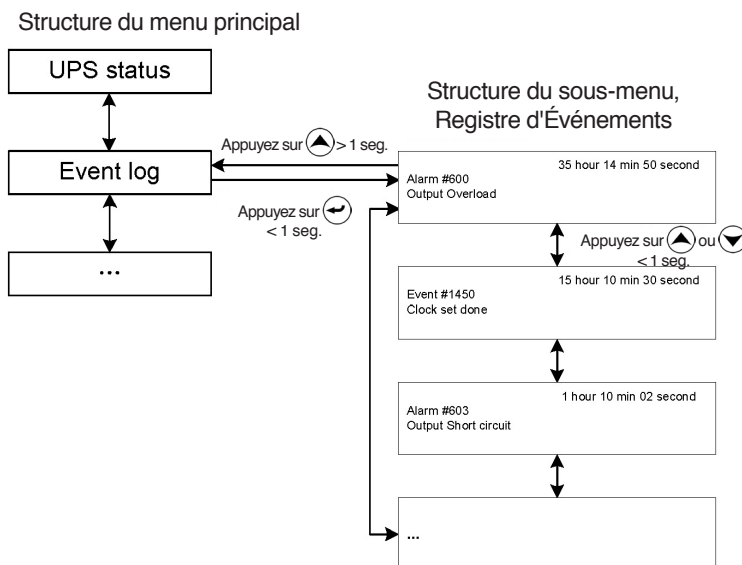

Fig. 32. Écrans, sous-menu Registre d'Événements (Event log).
- Lors d'appuyer sur la touche  pendant moins de 1 seg., dès le sous-menu "Event log", on accède à la structure de registre d'événements (voir la figure 32).